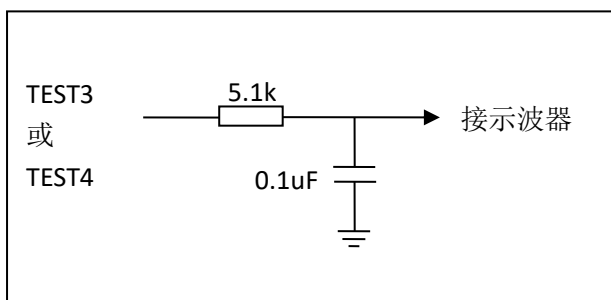
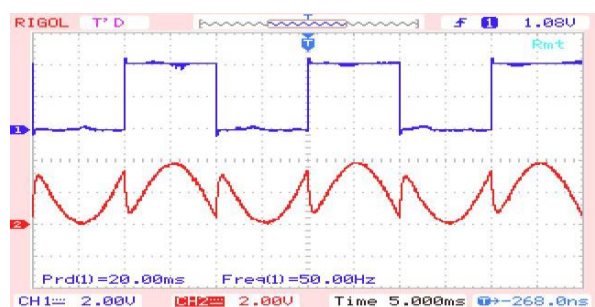

图 6-2. EGS015 SPWM 输出测试滤波电路
图 6-3. TEST 2、TEST3 输出测试波形
- 3) 用示波器接 TEST1~TEST4 观察波形，TEST1、TEST2 输出基频方波，波形如图 6-3 中的 CH1 蓝色波形。TEST3、TEST4 输出单极性调制波形，可在 TEST3 和 TEST4 接输出 RC 滤波，滤波电路如图 6-2，可观察到单极性调制波，波形如图 6-3 中的 CH2 红色波形。